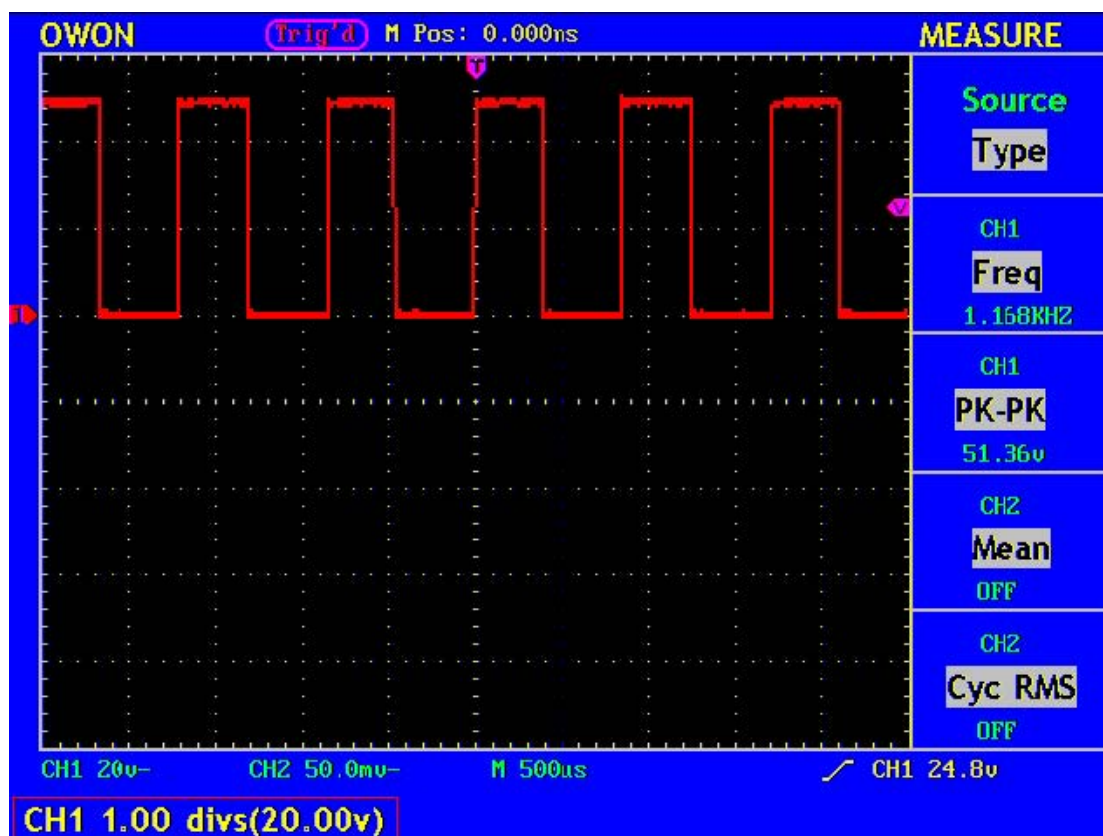

Рисунок 21. Отображение информации о вертикальном положении осциллограммы
3. После регулировки информация о вертикальном положении осциллограммы канала отображается в левом нижнем углу экрана (см. рис. 21).